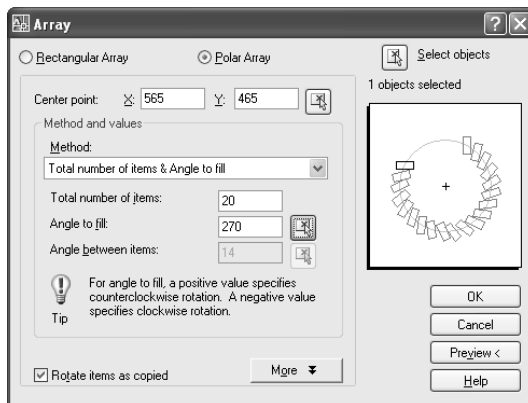

Рис. 4.7. Диалоговое окно **Array** в режиме создания радиального массива
- в командном окне введите команду **ARRAY** (МАССИВ) или просто **AR** (MC).
4. Щелкните по кнопке **Select objects** (Выбрать объекты). Диалоговое окно временно закроется, а AutoCAD предложит вам выбрать объекты. Выберите объекты, из которых будет создан массив. Закончив выбор объектов, щелкните *правой* кнопкой мыши или нажмите **Enter** для возврата в диалоговое окно **Array** (рис. 4.7).